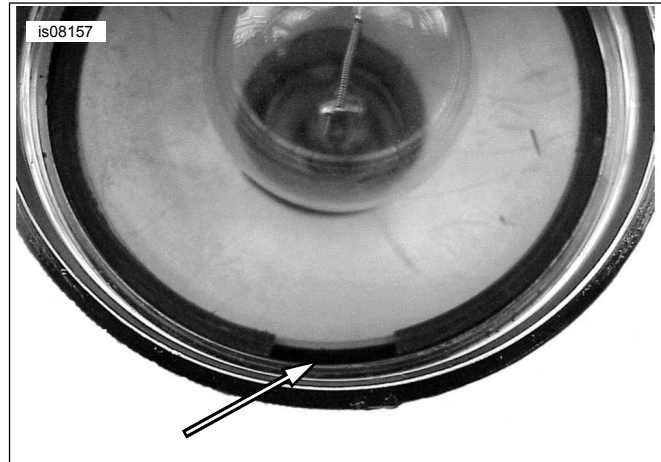

Figura 13. Instalación del o-ring
- b. Vea Figura 13. Instale el o-ring y la caja interior en la caja de la direccional con el recorte orientado hacia la parte inferior, como se muestra.